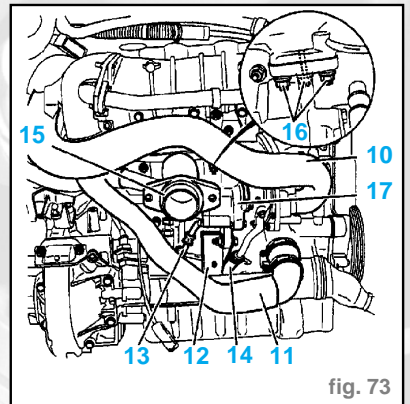

fig. 73
- Écarter le faisceau (7).
- le pontet (8)
- le support moteur droit (9)
- Déposer le conduit de suralimentation (10) (par le dessus du véhicule) (fig. 73).
- (10) (par le dessus du véhicule) (fig. 73).